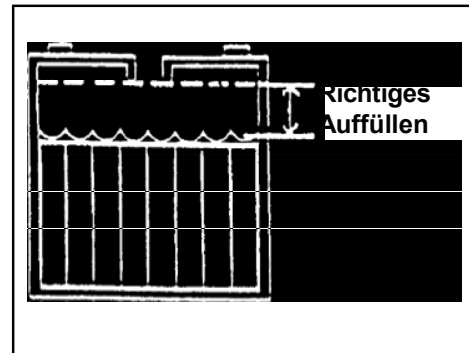

Abbildung 4
1. Sorgen Sie stets für einen korrekten Elektrolytstand, d.h. zwischen 6,53 mm unter dem Boden der Röhre in jeder Zelle und über der Oberseite der Platten. Prüfen Sie den Füllstand der Säure jedes Mal, wenn Sie die Akkus aufladen (siehe Abbildung 4).